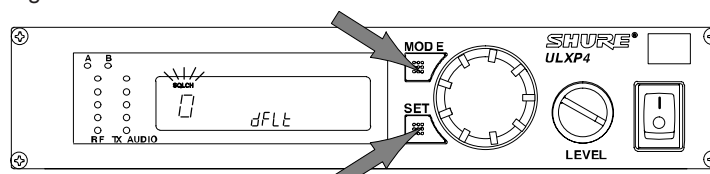

FIGURA 41
1. Mantenga oprimido el botón SET y oprima el botón MODE dos veces. "SQLCH" (silenciamiento) destellará en la pantalla, tal como se ilustra en la Figura 41.